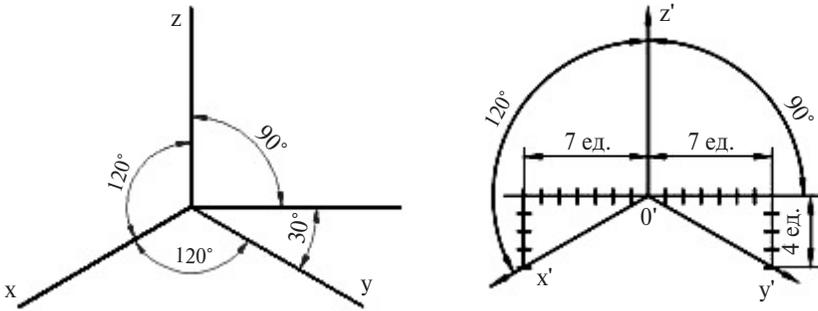
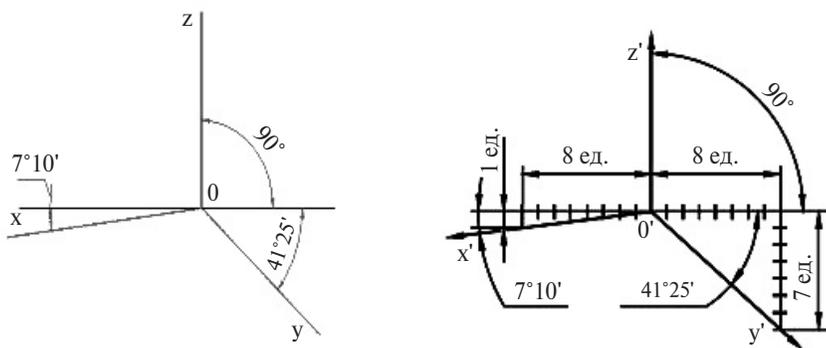

Рис. 12. Оси прямоугольной изометрической проекции
Рис. 18. Оси прямоугольной диметрической проекции
Построение начинают с проведения аксонометрических осей, т.е. под углом 120° друг к другу будут проходить оси x, y, z (рис. 12). Коэффициенты искажения по осям будут одинаковы и равны $0,82$, но для упрощения их принимают равными единице.
Аксонометрическую проекцию четырехугольной пирамиды начинают с вычерчивания аксонометрических осей для прямоугольной диметрической проекции (рис. 18), где коэффициенты искажения будут одинаковы для двух осей — Oz и Ox и равны 0,94. Для оси Oy коэффициент искажения будет равен 0,47, но для упрощения по осям Oz и Ox принимают равные единице, по оси Oy — 0,5.
4. На оставшемся месте построить аксонометрию этих геометрических тел. Аксонометрия всех геометрических тел выполняется в осях изометрии (см. рис. 12), кроме четырехугольной пирамиды, она выполняется в осях диметрии (см. рис. 18).